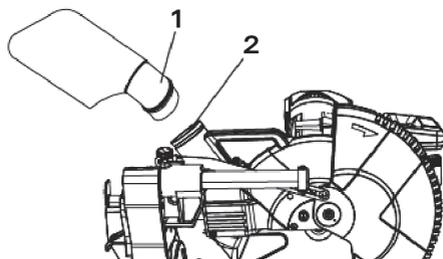

рис. 4
Установить пылесборник (1) на выпускной патрубке (2) пилы (рис. 4). Закрепить их в этом положении.